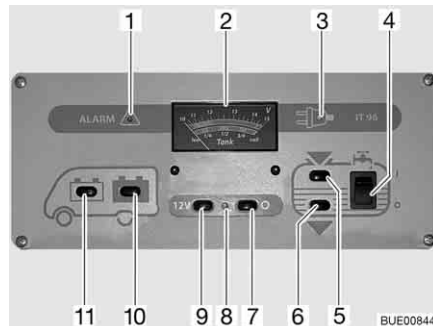

Fig. 151 Pannello di controllo IT 96-2
L'interruttore principale a 12 V (Fig. 151,7 e 9) inserisce o disinserisce il pannello di controllo e l'alimentazione a 12 V dell'abitacolo.
Accensione: ■ Premere l'interruttore (Fig. 151,9) "12 V": L'alimentazione a 12 V dell'abitacolo è inserita. La spia di controllo (Fig. 151,8) diventa verde.
Spegnimento: ■ Premere l'interruttore (Fig. 151,7) "O": L'alimentazione a 12 V dell'abitacolo è disinserita. La spia di controllo (Fig. 151,8) si spegne.
Per l'indicatore volt/serbatoio (Fig. 151,2) leggere la scala superiore. L'indicatore si illumina automaticamente appena viene premuto un interruttore.
- Premere l'interruttore (Fig. 151,11) "☐": Viene indicata la tensione della batteria di avviamento.
- Premere l'interruttore (Fig. 151,10) "☐": Viene indicata la tensione della batteria dell'abitacolo.
Per l'indicatore volt/serbatoio (Fig. 151,2) leggere la scala inferiore. L'indicatore si illumina automaticamente appena viene premuto un interruttore.
- Premere l'interruttore (Fig. 151,5) : Viene indicato il livello del serbatoio dell'acqua.
- Premere l'interruttore (Fig. 151,6) : Viene indicato il livello del serbatoio delle acque grigie.
Accensione: ■ Premere in alto l'interruttore a bilico (Fig. 151,4) "I": L'alimentazione idrica è accesa.
Spegnimento: ■ Premere l'interruttore a bilico in basso (Fig. 151,4) "O": L'alimentazione idrica è spenta.
La spia luminosa rossa "ALARM" (Fig. 151,1) inizia a lampeggiare non appena la tensione della batteria dell'abitacolo scende al di sotto di 11 V (misurazione durante il normale esercizio) con conseguente rischio che la batteria si scarichi troppo.
La spia di controllo a 12 V (Fig. 151,8) si accende non appena l'interruttore principale a 12 V (Fig. 151,9) viene inserito.
La spia gialla di controllo a 230 V (Fig. 151,3) si accende quando all'ingresso della centralina elettrica è presente una tensione di rete.